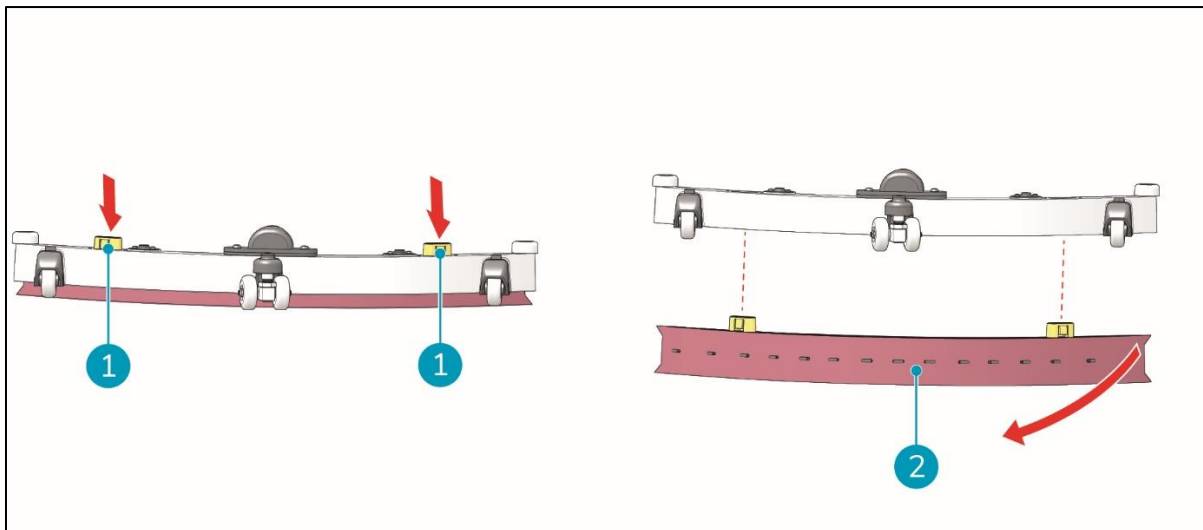

Figure 30
2. Lorsque l'unité a été retirée du plateau de lavage, appuyez simultanément sur les deux boutons noirs situés sur le dessus de l'unité de raclage (Figure 30, pos. 1). Le support des lames de la raclette se détache de l'unité de la raclette. Les lames de la raclette sont maintenant exposées.